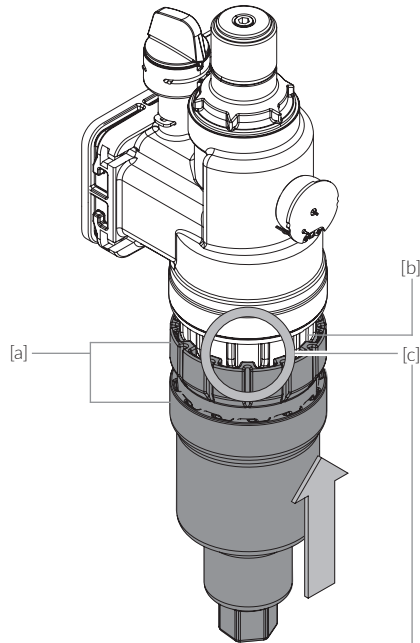
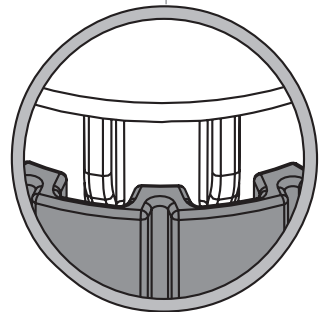

Abb. 9.14
Abb. 9.15
- / Abb. 9.14 / Abb. 9.15: CONEL Wartungsnuss Filtertasse DN20-32 [a] so über die Filtertasse [b] stülpen, dass die Rippenkonturen beider Elemente ineinander greifen [c]